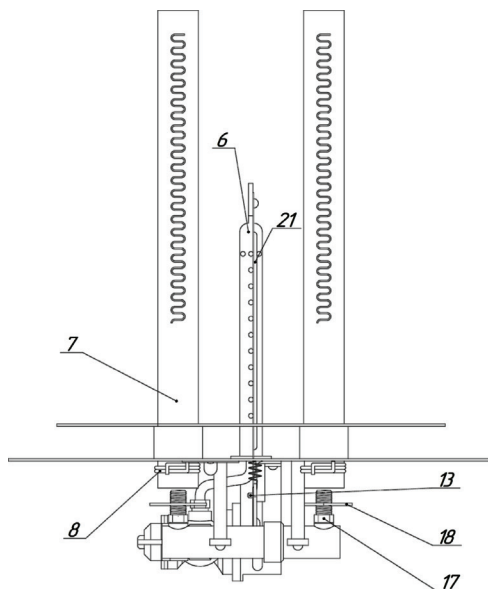

Рисунок 2 ИГН 9, 16,22
2. Установить насадки (7) проточенной частью в гнезда со стороны отбойника таким образом, чтобы щели огневой дорожки насадок были расположены горизонтально сверху газогорелочного устройства и зафиксировать с лицевой стороны стопорными кольцами (8) входящими в комплект поставки.;
3. Взять запальник (6) с прикреплённым к нему датчиком контроля горения и тяги (21). Со стороны отбойника ввести в паз во фронтальной щитке конец датчика горения и тяги (рис. 2). Прикрепить запальник (6) к фронтальной щитку (1) винтами (14). Ослабив винт (12) совместить отверстие в рычаге (3) и датчике контроля горения и тяги (21) и соединить их винтом (13) в упор. **Винт крепления датчика находится в пакете, вложенном в упаковку запальника.** Далее:
- а) Ослабив винт (12), отрегулировать положение рычага (3) относительно кнопки (10) трехходового клапана (5) как указано на рисунке 3, затянуть винт (12);
- б) Установить газогорелочное устройство отверстиями (9) на монтажную рамку топливника печи, обеспечив плотное беззазорное прилегание фронтальной щитка к топливнику печи.
- в) Подключить подводящий газопровод к резьбовому входу $\frac{1}{2}$ " трехходового клапана газогорелочного устройства, убедившись, что газовый кран (4) подачи газа на газораспределитель (2) закрыт.